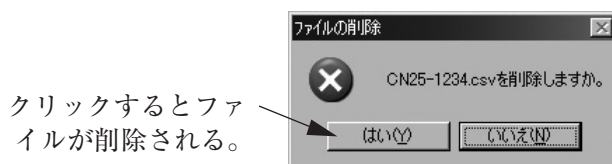

図92
- ① 画面上部メニューの「File(F)」をクリックし、「データベース(F)」の中の「ファイルの削除(X)Ctrl+X」を選び再度クリックします。
- ② 削除するファイルが保存されているディスクおよびフォルダをドロップダウンリストにて選択します。
- ③ 削除するファイルをクリックし、選択します。「ファイル名(N)」を確認し、「開く(O)」ボタンをクリックします。
- ④ クリック後選択したファイルが開かれます。図92のようなメッセージボックスが現れますので、削除する場合は「はい(Y)」ボタンを、削除しない場合は「いいえ(N)」ボタンをクリックします。